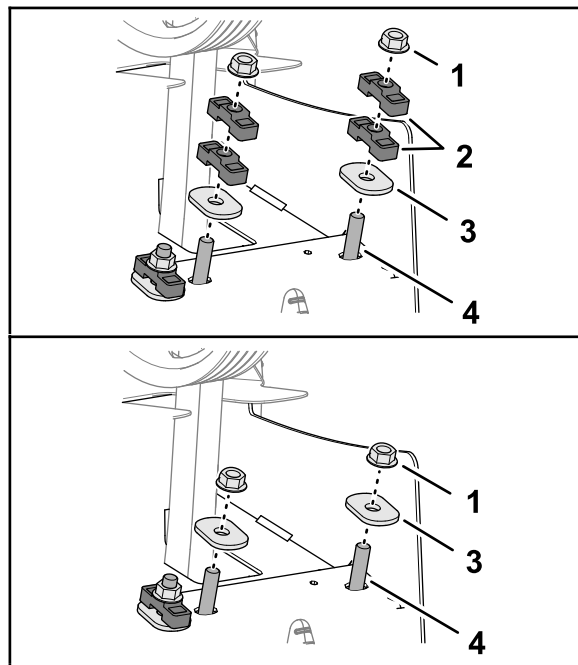

图 123
6. 用硬化椭圆形垫圈和锁紧螺母将阻尼器轴和隔片固定至后机架图 123。